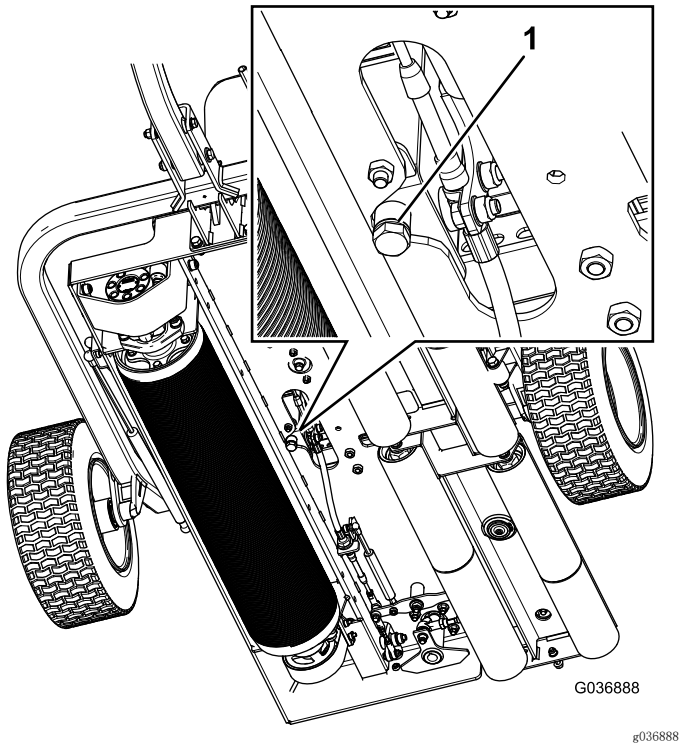

图36
1. 在液压油箱排油塞下放置一个放油盘（图36）。
2. 从油箱底部拆下排油塞（图36）。